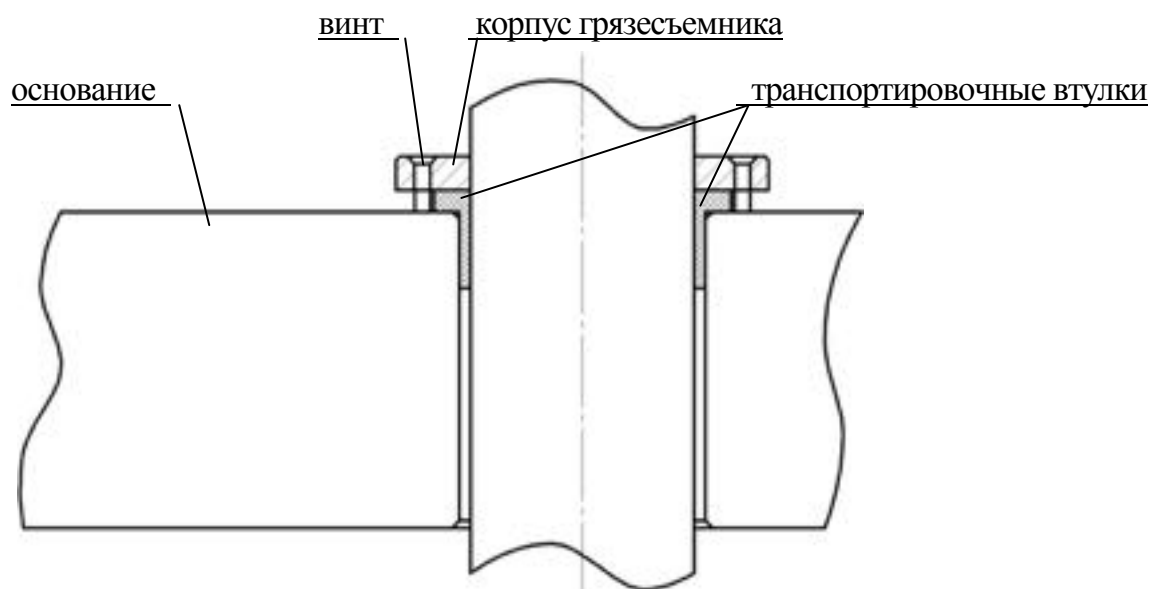

Рисунок 2 – Грязесъемник с установленной транспортировочной втулкой
2.3.4 Отвернуть винты крепления корпусов грязесъемников, после чего, последовательно приподняв каждый корпус, удалить из-под них транспортировочные втулки (см. рис. 2). Опустить корпуса грязесъемников на место и притянуть их винтами к основанию.